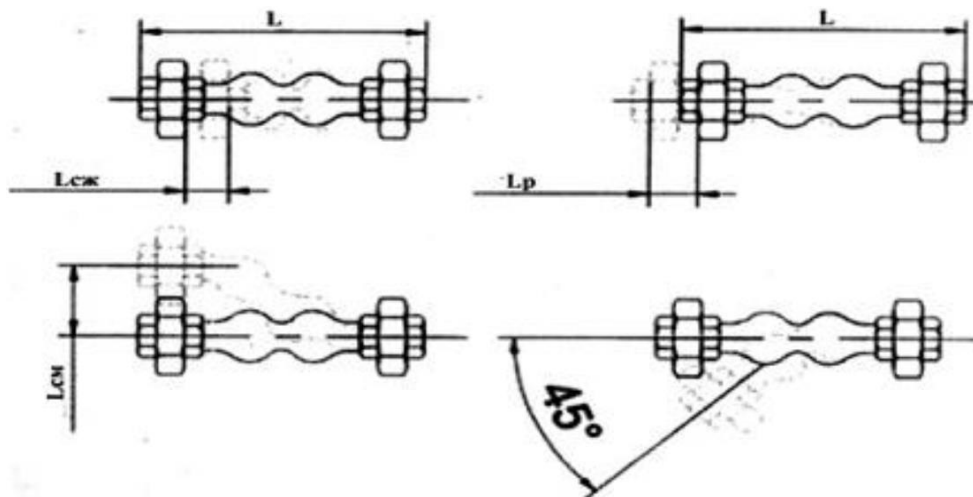

Рис.2
3.4. Значения максимально допустимых деформаций компенсаторов приведены в табл. 3 и на рис. 2.
6.1. При монтаже необходимо соблюдать параметры и учитывать максимально допустимые деформации, указанные в таблице 3 и на рис. 2.